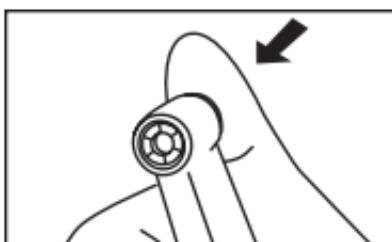

Fig. 1
(1) 取付け
- 押しボタンを押してチャックを開きます。(図1)